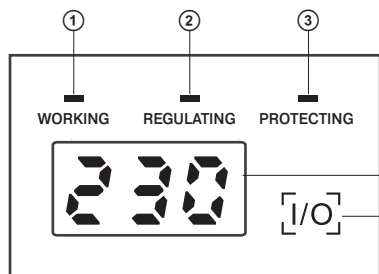

Рис. 1. Панель управления
4. ОПИСАНИЕ (СМ. РИС. 1, 2 И 3)
① СЕТЬ: индикатор (зеленый), горит когда стабилизатор включен.
② СТАБИЛИЗАЦИЯ: индикатор (желтый), горит в режиме стабилизации.
③ ЗАЩИТА: индикатор (красный), горит в случае аварии (включение защиты от высокого/низкого напряжения, срабатывание термозащиты автотрансформатора), мигает при отработке задержки включения.
④ Цифровой индикатор: по умолчанию отображает уровень выходного (непрерывное свечение)/входного(прерывистое свечение) напряжения (погрешность отображения $\pm 3\%$); «Н» — отображается при отключении из-за повышенного напряжения; «L» — отображается при отключении из-за пониженного напряжения; «С» — отображается при срабатывании защиты от перегрева; Во время паузы в окошке индикатора отображается обратный отсчет времени (до подключения нагрузки).
⑤ I/O: кнопка выбора отображения на индикаторе входного (Input) или выходного (Output) напряжения.
⑥ Кронштейны для настенного крепления.
⑦ Выходная розетка.
⑧ Пауза: кнопка выбора времени задержки (6 или 180 с) подключения нагрузки: при нажатой кнопке время задержки включения составит 180 с, при ненажатой — 6 с.
⑨ RESET/OFF: биметаллический размыкатель.
⑩ Шнур питания.